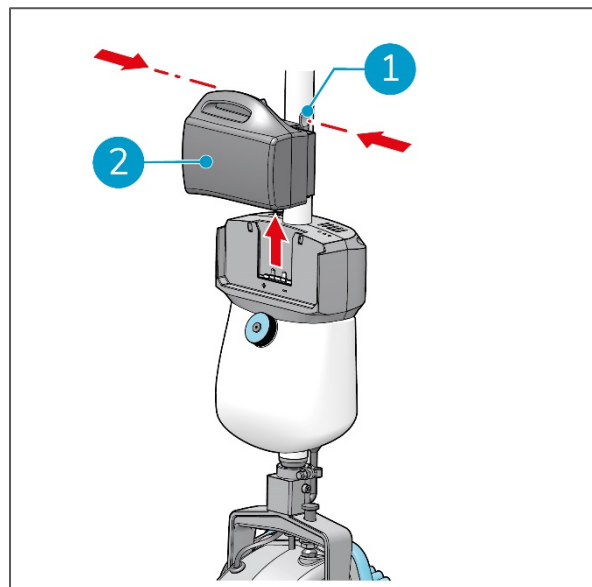

Figura 25
2. Premere leggermente i fermagli della batteria verso l'interno (Figura 25, pos 1), estrarre la batteria (Figura 25, pos 2).